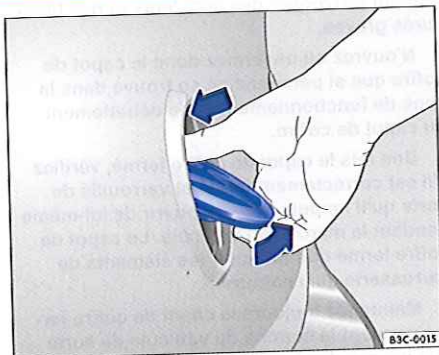

Fig. 45 Emblème Volkswagen situé sur le capot de coffre : ouverture du capot de coffre de l'extérieur
- Poussez sur la partie haute de l'emblème Volkswagen → fig. 45, le capot de coffre s'ouvre alors de lui-même.
- **OU :** poussez avec le pouce sur la partie supérieure de l'emblème Volkswagen → fig. 45 (la partie inférieure de l'emblème est alors en saillie). Introduisez la main sous l'emblème et soulevez le capot de coffre.